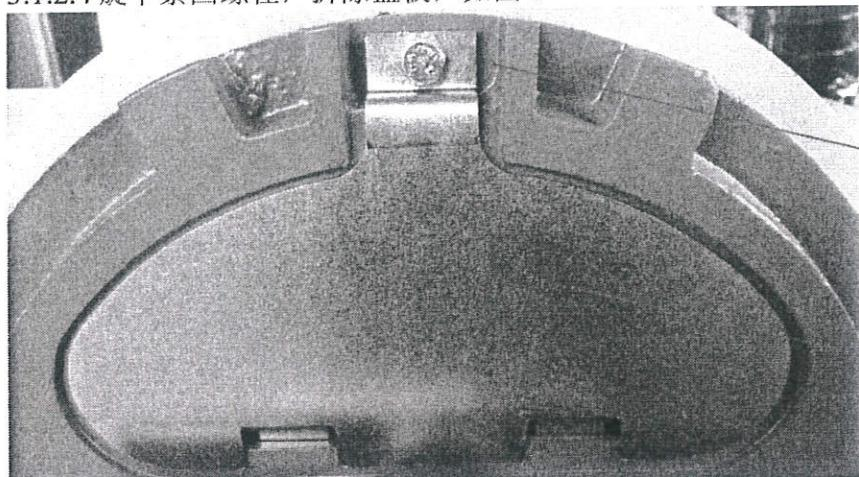

图 8
3.1.2.4 旋下紧固螺栓，拆除盖板，如图 8
3.1.2.6 维护保养工作完成后请安装并紧固好护板(图 6)和盖板(图 8); 维护保养时推荐使用 L-G46 牌号润滑油，也可使用类似黏度系数的润滑油;